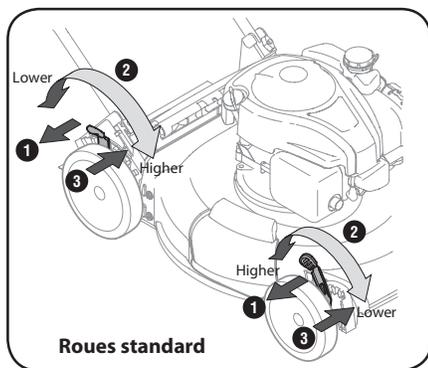
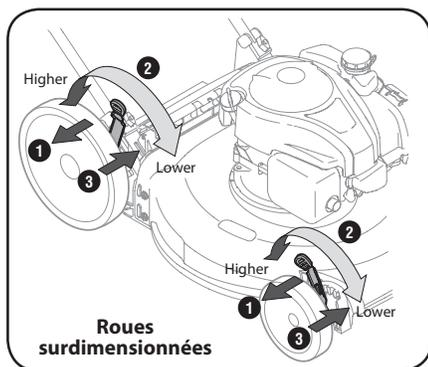

Figure 2-11
Figure 2-12
- Placez le levier à la position désirée pour régler la hauteur de coupe. Voir Figure 2-11 et Figure 2-12.
- Relâchez le levier de réglage vers le plateau de coupe. Voir Figure 2-11 et Figure 2-12.